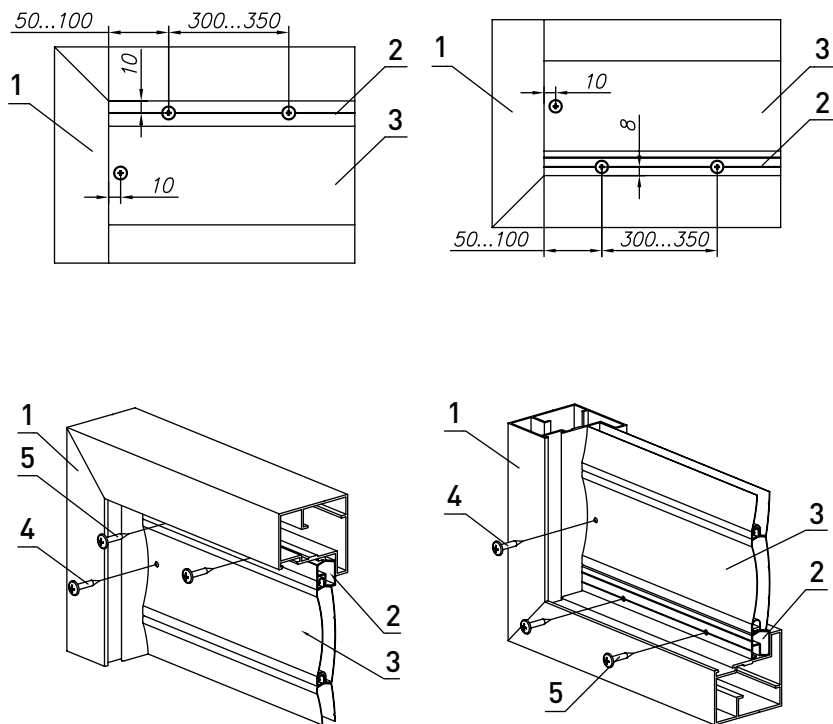

Рис. 11. Установка заполнения
3. Произвести разметку под сверление отверстий для крепления полотна заполнения в соответствии с *рис. 11*. При этом отверстия для крепления: